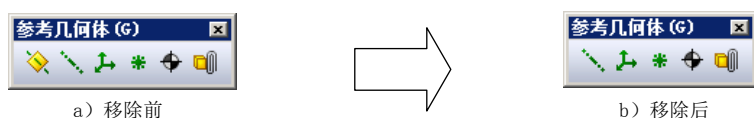

图 1.9.2 自定义工具条
下面以图 1.9.2 所示的“参考几何体 (G)”工具条的自定义来说明自定义工具条中命令按钮的一般操作过程。